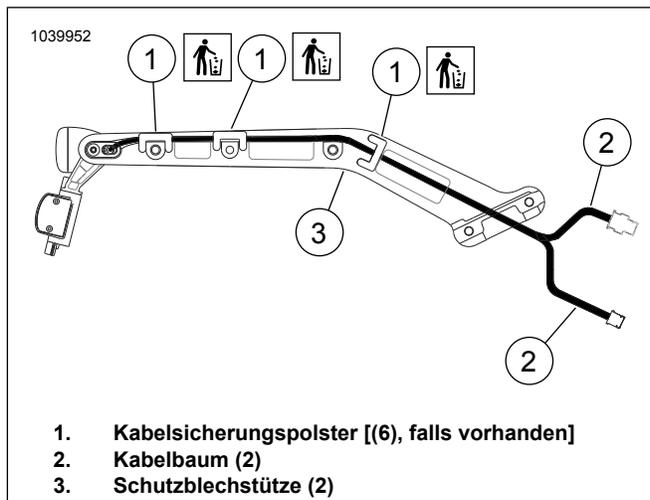

Abbildung 5. An Schutzblechstütze montierte Blinker
7. **An Schutzblechstütze montierte Blinker:** Siehe Abbildung 5. Die Kabelsicherungspolster (falls vorhanden) entfernen und entsorgen.